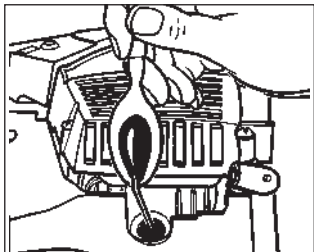

Bild. 19
- Geben Sie 1 Teelöffel sauberes 2-Takt-Öl in die Verbrennungskammer. Ziehen Sie mehrere Male langsam an der Starterleine, um die internen Komponenten zu beschichten. Setzen Sie die Zündkerze wieder ein (Bild. 19).